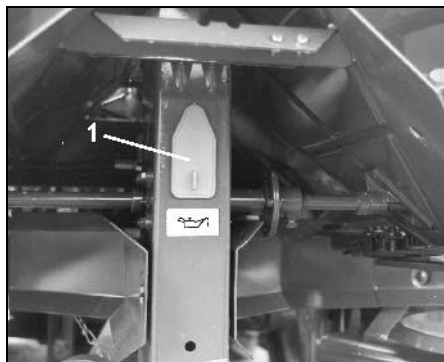

Fig. 35
- Rengör omröraxel-kedjan och smörj in (Fig. 35/1).